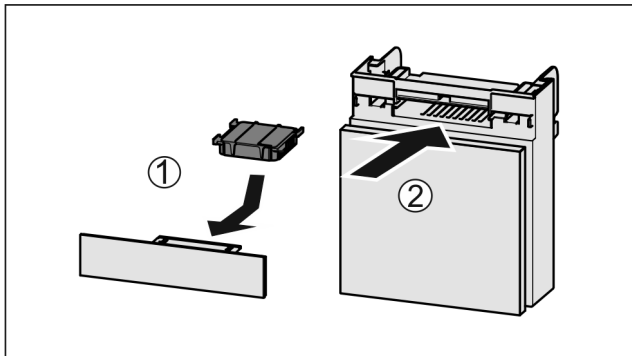

Fig. 243
- ▶ Aktivkohlefilter nach Abbildung einsetzen Fig. 243 (1).
- ▶ Fach einschieben Fig. 243 (2).